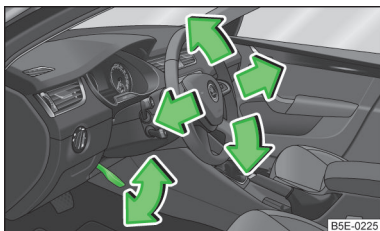

Fig. 116
- Rabatați în jos maneta de sub volan » fig. 116.